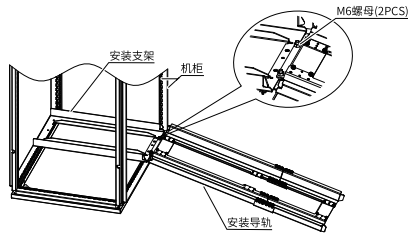

图5-9 安装导轨机柜内安装示意图
- b. 将安装导轨前端的两个圆孔对准安装支架的螺杆，用2个M6螺母锁紧，将导轨安装到机柜上，如第99页“图5-9”所示。